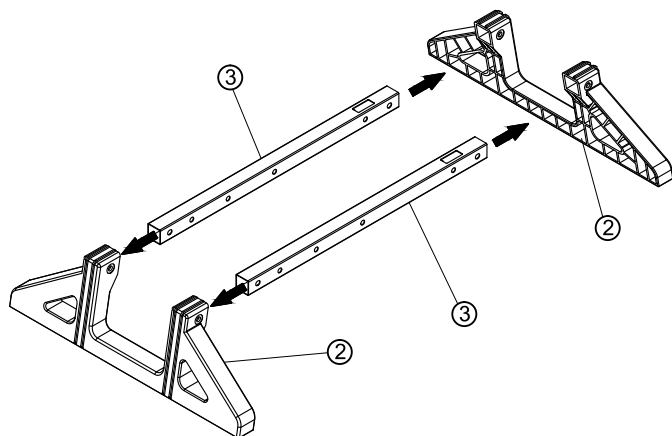

Abb. 1.1
1. Stecken Sie die Halterung ③ in den Basisständer ②, und richten Sie die Schraubenlöcher aus Halterung ③ zu Basisständer ②. (Siehe Abb. 1.1)